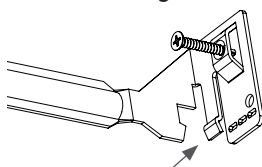

Fig. 4
- c. Sólo cielorraso de rejilla en T: Doble las pestañas de las barras de colgado para bloquearlas a la rejilla en T (consulte la Fig. 4).